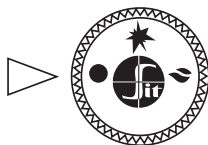

Рис. 9.
- 7.2. В исходном (выключенном) положении ручка управления находится в положении «точка» (рис. 9). Пилотная и основные горелки погашены (подача газа к ним заблокирована).
- 7.5. **Выключение аппарата** производится путем поворота ручки в положение «точка» (рис. 9). При этом пилотная и основные горелки (если горят) погаснут.